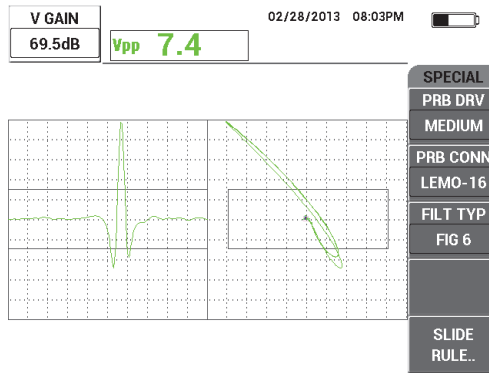

Abbildung 5-66 Einstellen der vertikalen Verstärkung
8. Drücken Sie zweimal die Direktzugriffstaste GAIN (**dB**) und erhöhen Sie **V VERST** bis das Nuttsignal die voll Bildschirmhöhe erreicht (100 % vertikal) [siehe Abbildung 5-66 auf Seite 1899].